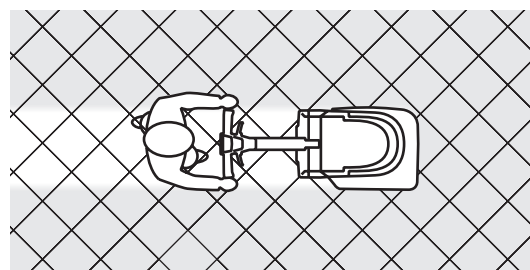

Рис. 4
*Если это возможно, для лучшей сушки растворных швов между плитками перемещайтесь по диагонали относительно рисунка пола, как показано на Рис. 4.*